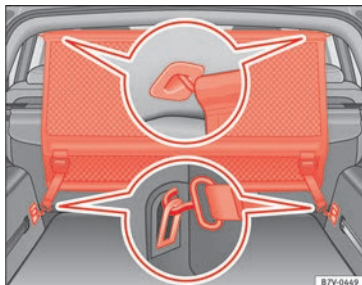

Fig. 92 En el maletero: montar la red de separación detrás de la segunda fila de asientos.
- Enganche la red de separación en el soporte izquierdo trasero del techo » **fig. 92**. Ase-
- Sujete los dos ganchos de la red de separación en las cintas delanteras del maletero » **fig. 92** y tense los cinturones.
- Enganche la red de separación en el soporte izquierdo delantero del techo » **fig. 92**. Asegúrese para ello de guiar la varilla desde la parte superior hacia abajo.
- Suelte los ganchos de la red de separación de las argollas » **fig. 92**.
- Desenganche la red de separación del soporte derecho del techo » **fig. 92** presionando la varilla.